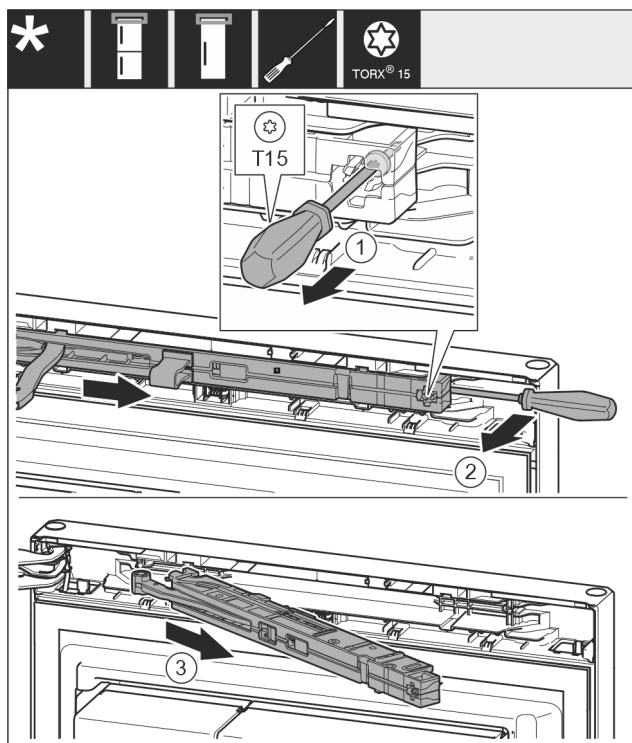

Fig. 14
- ▶ Oldja ki a csavart Fig. 14 (1) a záráscsillapító egységen 14 mm méretű csavarhúzóval.
- ▶ Emelje ki a záráscsillapító egységet Fig. 14 (2) a fogantyú felőli oldalon csavarhúzó segítségével felfelé.
- ▶ Húzza ki a záráscsillapító egységet Fig. 14 (3).